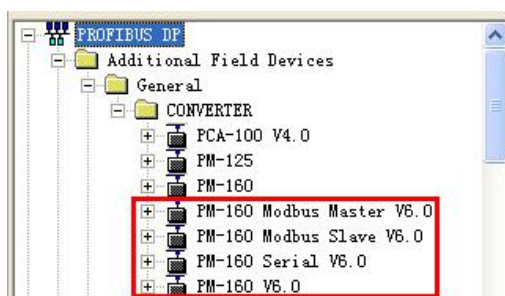

图 9
9. 更新完成后, 您可以在右侧窗口/PROFIBUS DP/Additional Field Devices/General/Converter/找到您注册的设备, 如图 9 所示: